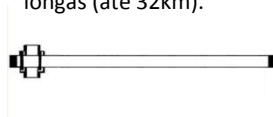

Fig. 6.1.1
- **Omni:** antena multi-direcional com área de abrangência de 360° (Fig.6.1.1), irradia e recebe o sinal por todas as direções. Porém, possui um ganho menor em relação à antena Yagi e, conseqüentemente, um alcance limitado. É indicada para distâncias curtas (até 2km).